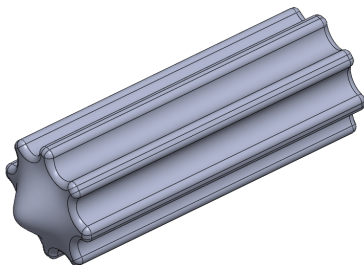

图 14-8 创建圆角特征效果
(8) 在【特征】选项卡中,单击【圆角】按钮,弹出【圆角】属性管理器,设置【半径】为 1,依次选择合适的边线,单击【确定】按钮,即可创建圆角特征,如图 14-8 所示。